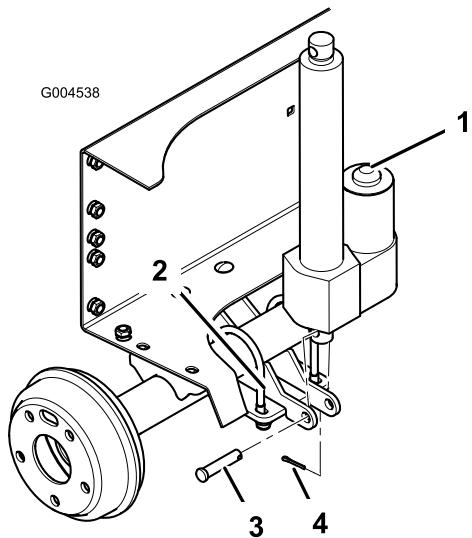

Figure 6
- Montez la base de l'actionneur de relevage au support de vérin de relevage à l'aide d'un axe de chape et d'une goupille fendue. Positionnez les composants comme illustré à la Figure 6.